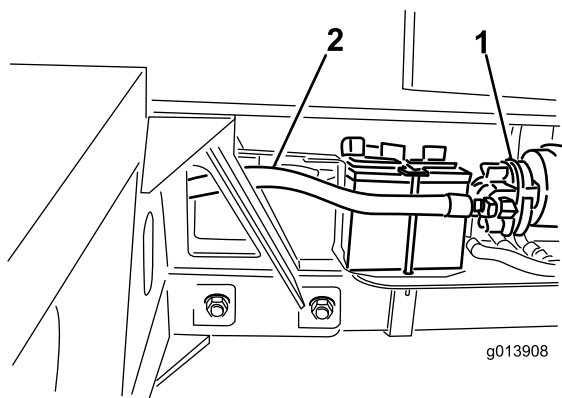

Figura 12
37. Collegate il flessibile idraulico n. 4 al lato di aspirazione della pompa idraulica (Figura 12).